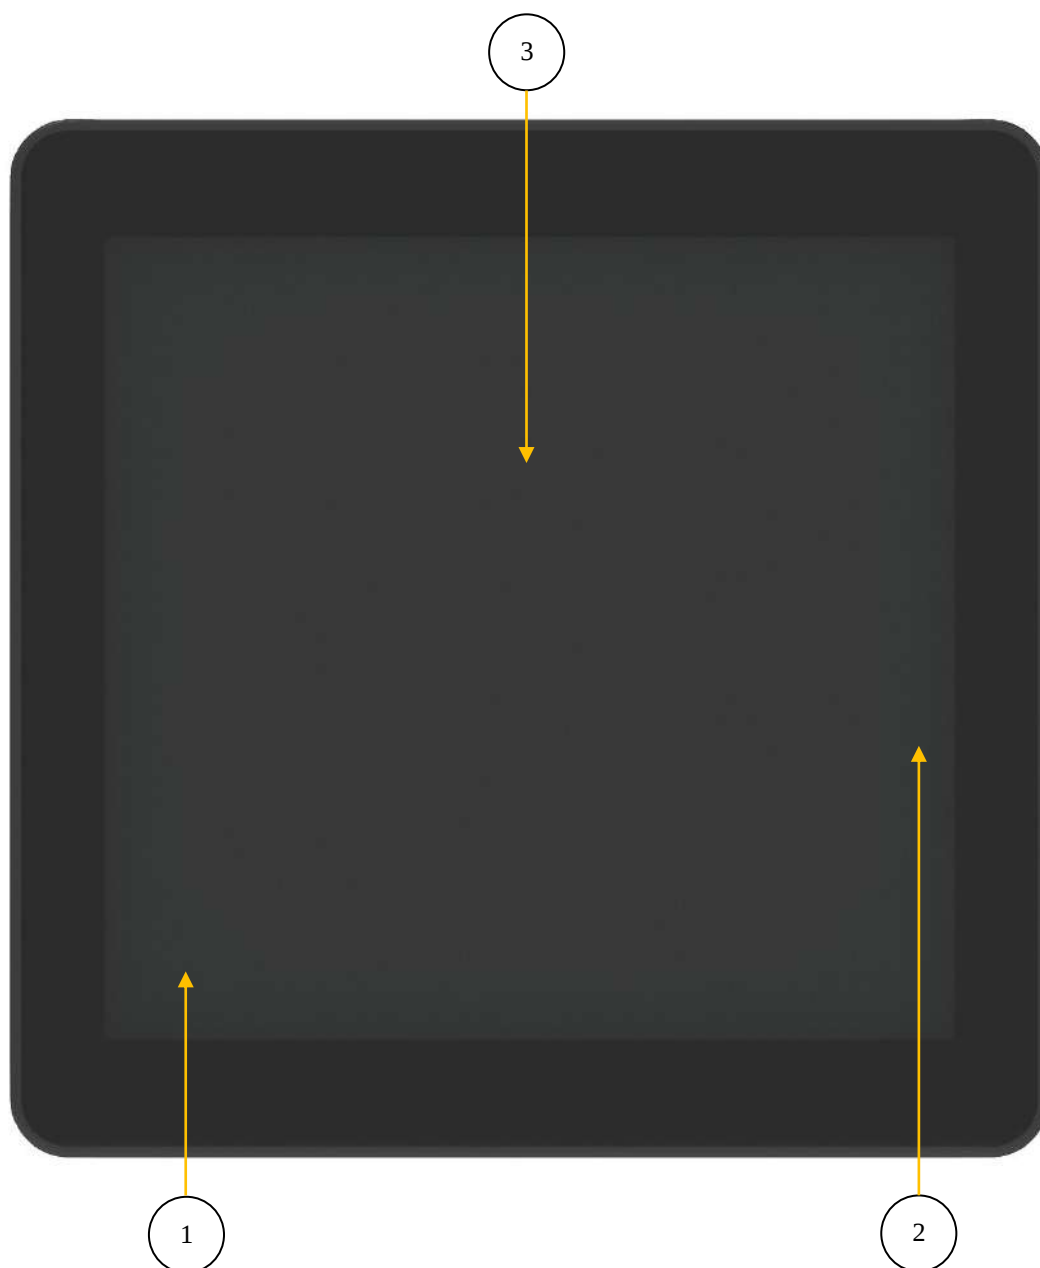
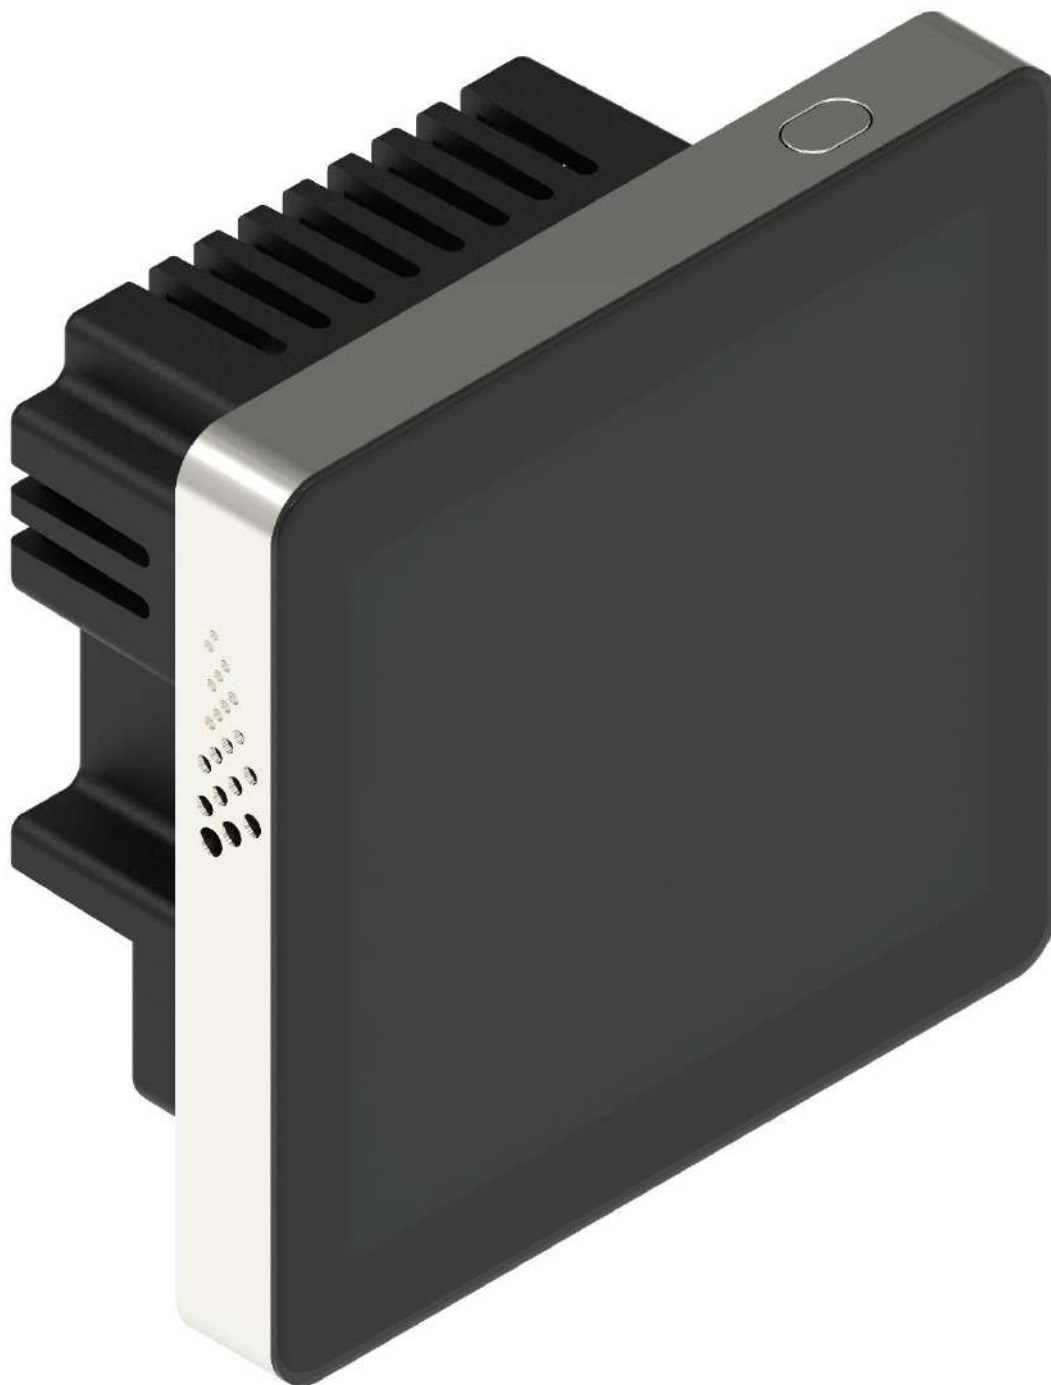

Рис. 16.: Дисплейный модуль. Вид спереди.
Рис. 17.: Дисплейный модуль. Изометрия.
2.1. Корпуса с дисплеем. (Рис. 16: Дисплейный модуль. Вид спереди., Рис. 17.: Дисплейный модуль. Изометрия).